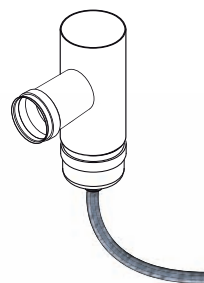

Fig. 5.7a
**Il est nécessaire de prévoir un tuyau au fond du premier T au niveau de la sortie de la fumée, afin de permettre l'évacuation de l'eau de condensation qui peut se former dans le conduit (Fig. 5.7a).**